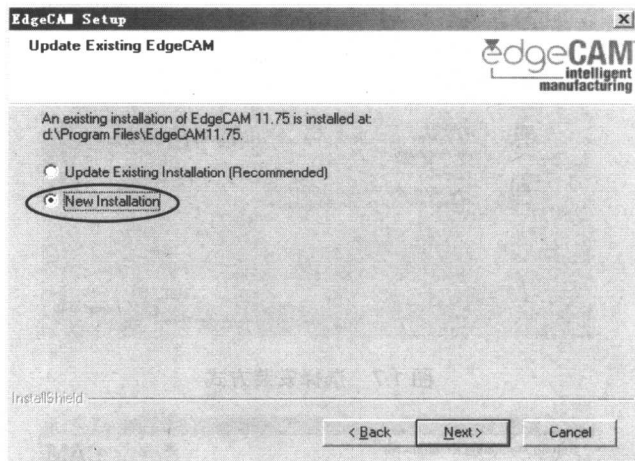

图 1.5 点选【New Installation (全新安装)】单选钮
(5) 在新打开的对话框中有两个选项：【Update Existing Installation (升级已存在的软件)】和【New Installation (全新安装)】，如图 1.5 所示。这里点选【New Installation (全新安装)】单选钮，单击【Next (下一步)】按钮。